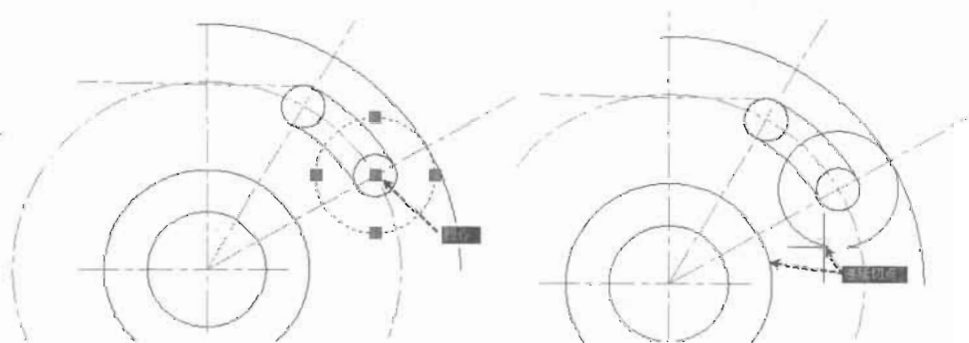

图 4-200
(10) 在命令提示行中输入 `circle` 命令, 捕捉图 4-200 (左) 所示的圆心, 绘制半径为 11 的圆, 命令执行过程如下, 绘制结果如图 4-200 (右) 所示。